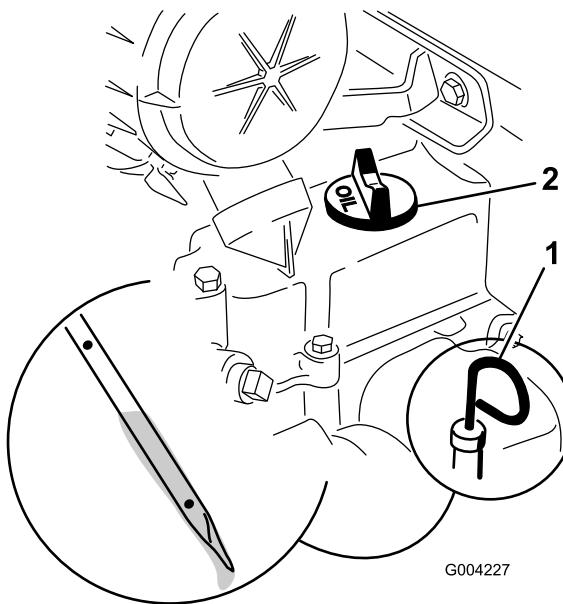

Figura 15
2. Retire a vareta e limpe-a com um pano limpo (Figura 15).
3. Coloque a vareta no tubo e verifique se está completamente introduzida (Figura 15).
4. Retire a vareta e verifique o nível de óleo (Figura 15).
5. Se o nível de óleo estiver baixo, retire o tampão de enchimento (Figura 15) e adicione óleo suficiente para elevar o nível de óleo até à marca Full existente na vareta.
6. Volte a introduzir a vareta no tubo (Figura 15).